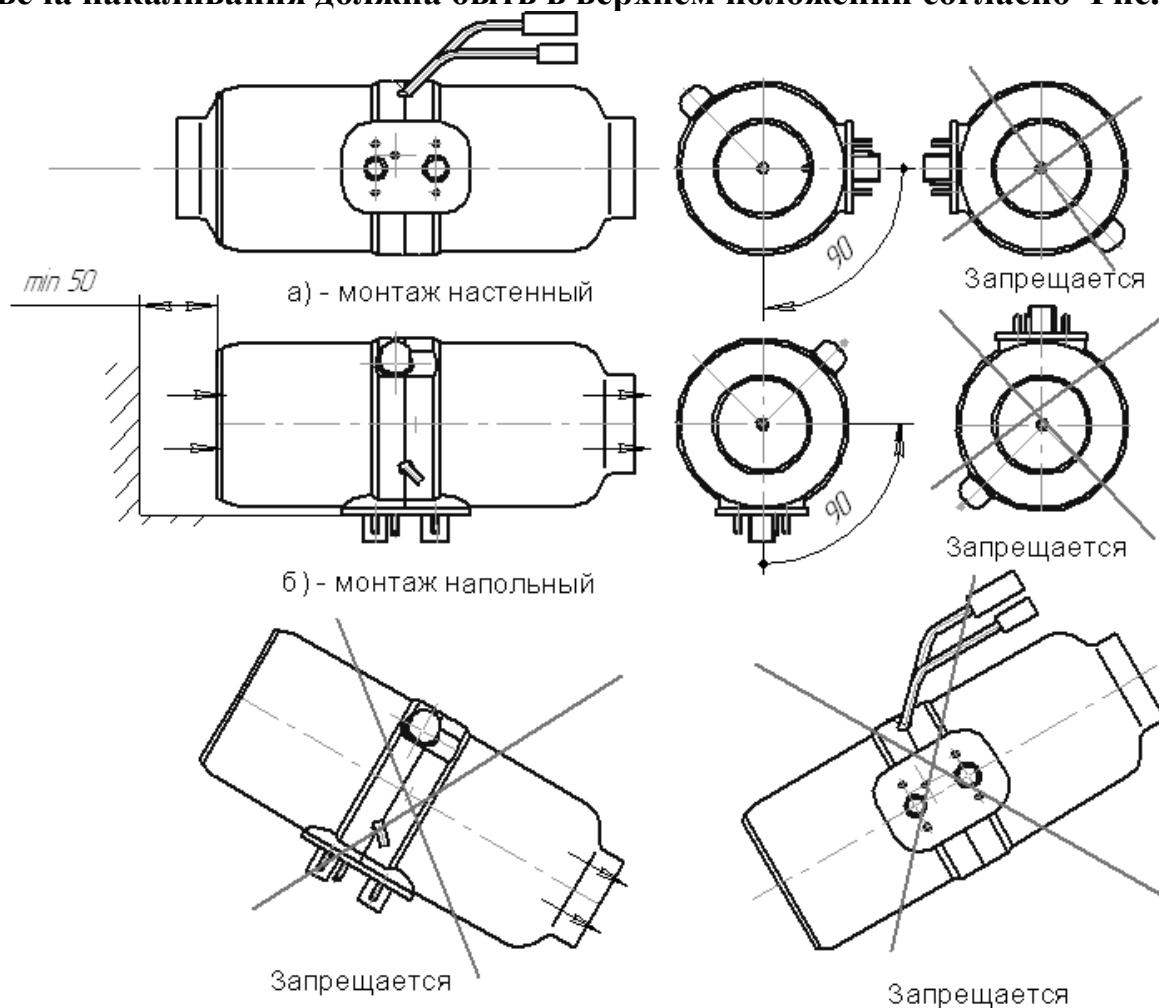
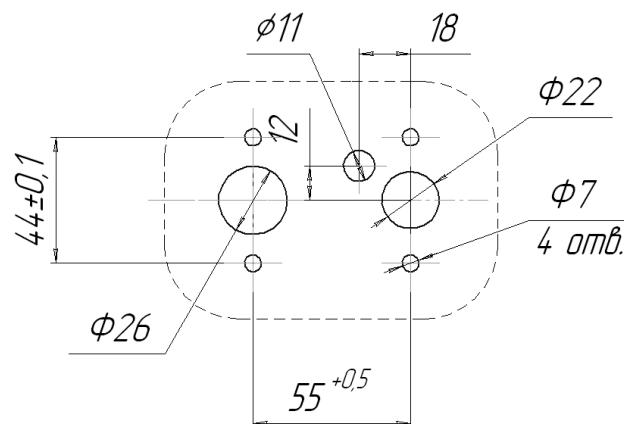

Рис. 8.1 – Варианты установки нагревателя
Рис. 8.2 – Монтажные отверстия для установки нагревателя
Монтаж нагревателя производить с учётом допустимых рабочих положений в соответствии с рис. 8.1 и 8.1а внутри помещения. На рис.8.1 показаны два крайних монтажных положения нагревателя. Входное отверстие нагревателя должно располагаться таким образом, чтобы в обычных рабочих условиях не могли подсасываться выхлопные газы двигателя автомобиля и отопителя. Расстояние от стенок, перегородок до торца входного отверстия нагревателя должно быть не менее 50 мм (см. рис.8.1). Расстояние от стенок, перегородок до торца выходного отверстия нагревателя должно быть не менее 150 мм. При монтаже и эксплуатации нагревателя необходимо предусмотреть защиту от попадания посторонних предметов во входное и выходное отверстия. Монтаж нагревателя проводить с учетом доступности демонтажа нагревателя, что приведет в конечном итоге к быстрому техническому обслуживанию. При монтаже нагревателя проверьте, чтобы его корпус не имел контакта как с полом так и с другими частями кабины или обитаемого отсека. Для монтажа нагревателя отверстия в корпусе АТС производить согласно рис. 8.2.
**ВНИМАНИЕ !! Надежная работа отопителя зависит от правильного монтажа нагревателя. Нагреватель должен устанавливаться горизонтально, при этом свеча накаливания должна быть в верхнем положении согласно Рис. 8.1.**
Рис. 8.1а – Оставьте свободное пространство